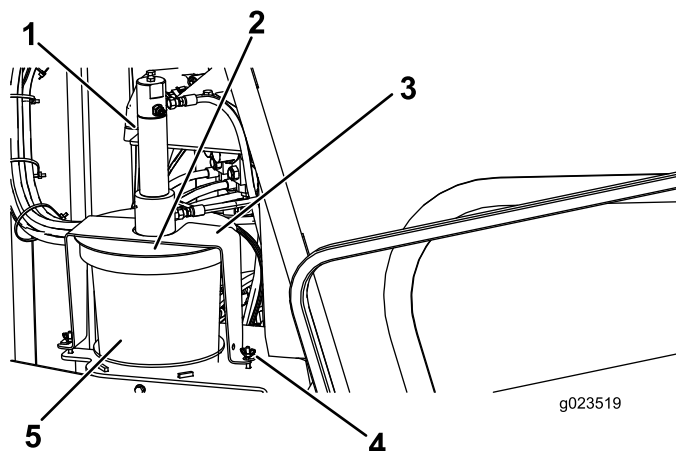

Bild 57
3. Lösen Sie die Flügelmutter, mit denen die Abdeckungsriemen an der Maschine befestigt sind (Bild 57).
4. Drehen Sie die Abdeckung und ziehen Sie die Abdeckungsriemen von den Befestigungsschrauben (Bild 57).
5. Heben Sie Abdeckung vom leeren Behälter ab (Bild 57).
7. Setzen Sie den Kolben in den neuen Behälter und setzen Sie den Deckel auf (Bild 57).
8. Führen Sie die Abdeckungsriemen über die Befestigungsschrauben und drehen Sie die Abdeckung, so, dass die Riemen auf den Schrauben sitzen (Bild 57).